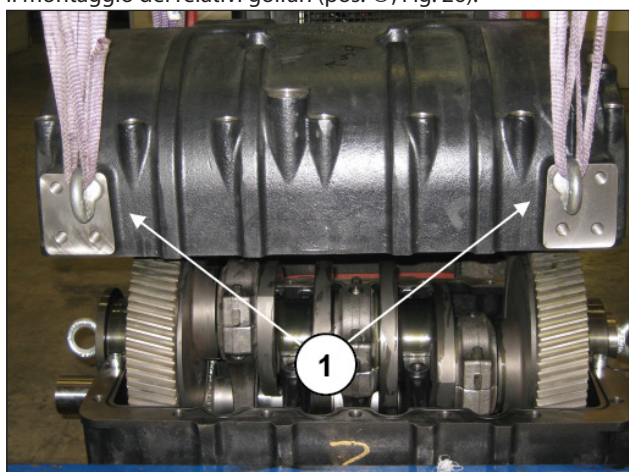

Fig. 26
Per la rimozione del carter posteriore smontare i piedi posizionati su di esso ed utilizzare quattro fori filettati M16 per il montaggio dei relativi golfari (pos. ①, Fig. 26).